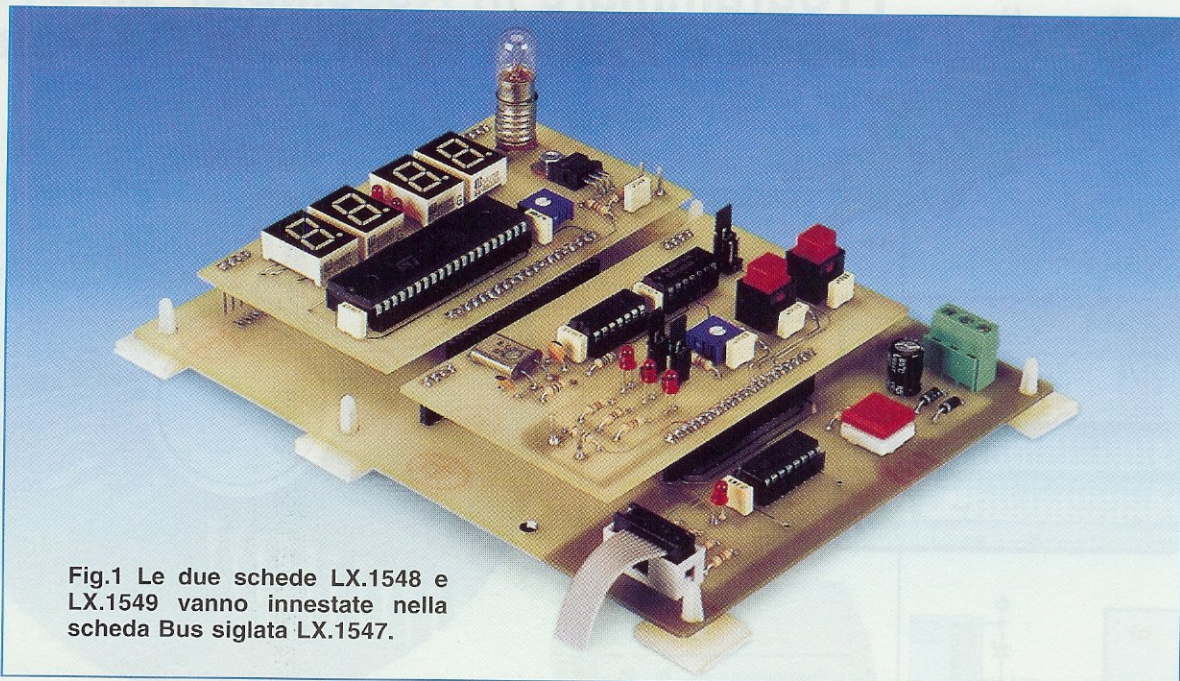

Fig.1 Le due schede LX.1548 e LX.1549 vanno innestate nella scheda Bus siglata LX.1547.
**Fig.3** Se nel vostro computer l'Autorun non risulta attivato, per installare il software dovrete cliccare sul tasto Start che si trova in basso sulla barra di applicazione (vedi fig.1) cliccando poi, tra le varie opzioni possibili, sulla scritta Esegui.
Per caricarlo dal computer dovete cliccare sulla scritta Avvio o Start (vedi fig.1), andare sulla scritta Programmi, quindi sulla scritta Accessori, cliccando infine per due volte consecutive, nella terza finestra, sulla scritta WordPad.
Ora vi diremo solo che per far funzionare la **seconda** scheda del **display** siglata LX.1549, dovrete già aver inserito nel **Bus** la **prima** scheda del quarzo siglata LX.1548 (vedi fig.1).